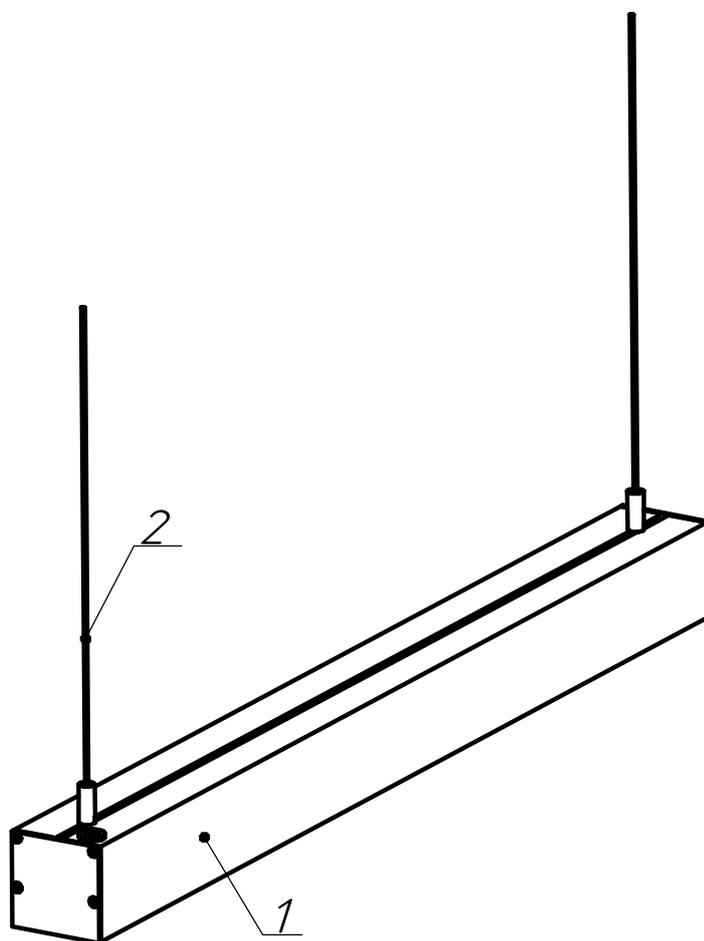

Рисунок 2 - Схема подвеса светильника ДПО02
5.3 Установите в паз профиля винт из комплекта подвеса. Закрепите профиль на тросовых подвесах (см. рисунок 2).